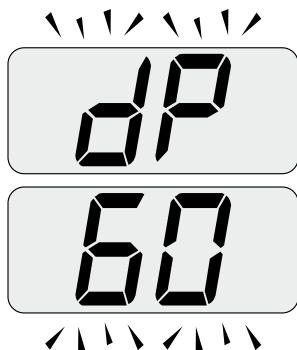

Figura 9.18
- Pulsando de nuevo el botón 18 se puede volver a modificar la potencia en modalidad deshollinador: la pantalla LCD muestra las letras **DP** alternadas con el valor de temperatura del agua de calefacción (ej. **60**), que indican que estamos en la "función deshollinador" a la potencia máxima en agua sanitaria (Figura 9.18);